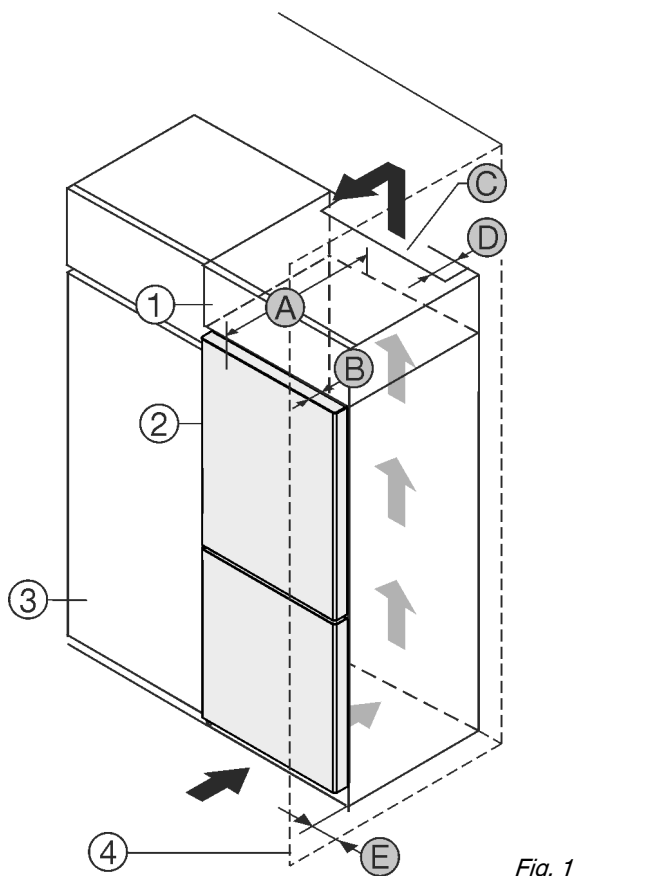

Fig. 1
- (1) Armario superior
- (2) Aparato
- (3) Armario de cocina
- (4) Pared
- (A) Profundidad del aparato
- (B) Profundidad de la puerta
- (C) Sección transversal de ventilación
- (D) Distancia con respecto a la parte trasera del aparato
- (E) Distancia con respecto al lateral del aparato
Colocar el aparato directamente al lado del armario de cocina Fig. 1 (3).*
En la parte trasera del armario superior debe haber una cámara de salida de aire con una profundidad *Fig. 1 (D)* que abarque toda la anchura del armario.
Bajo el techo de la estancia debe mantenerse la sección transversal de ventilación *Fig. 1 (C)*.
Si el aparato se instala con las bisagras junto a una pared *Fig. 1 (4)*, la distancia entre el aparato y la pared debe ser de como mínimo 13 mm.
Si el aparato se instala con las bisagras junto a una pared *Fig. 1 (4)*, la distancia entre el aparato y la pared debe ser de como mínimo 20 mm.
Para poder abrir totalmente la puerta, el aparato debe sobresalir la profundidad de la puerta *Fig. 1 (B)* respecto del frente del armario de cocina. El aparato puede sobresalir más en función de la profundidad de los armarios de cocina *Fig. 1 (3)* y del uso de distanciadores de pared.*